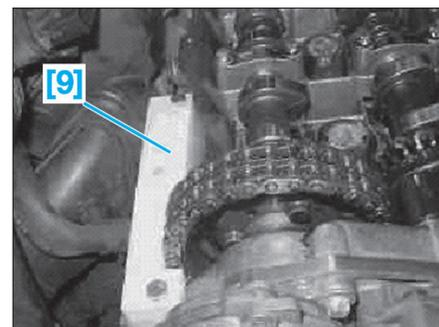
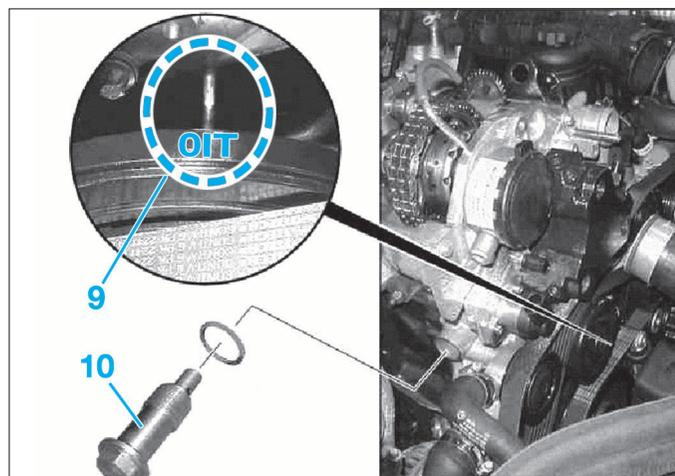

FIG. 25
FIG. 24
- Aligner les repères de calage de la poulie de vilebrequin par rapport au carter de distribution (9) (Fig.24).
- Déposer le tendeur de chaîne de distribution (10).
- Monter le dispositif de maintien [9] (Fig.25).